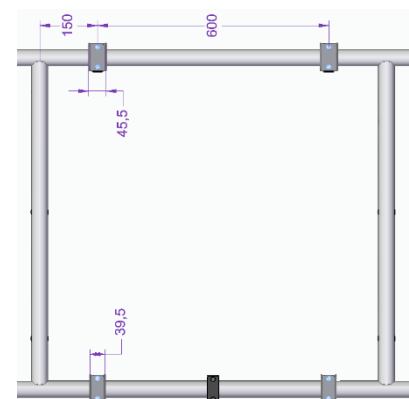

Abbildung 5
Montieren Sie nun die vier Halter zur Montage des Bike-Lifts (2) am Grundträger. Hierbei werden je zwei Halter (45,5mm breit) an der oberen und zwei Halter (39,5mm breit) an der unteren Querstrebe des Grundträgers befestigt. Die Montage muss mittig auf den Querrohren mit einem Abstand von 600mm erfolgen (Abb. 5).